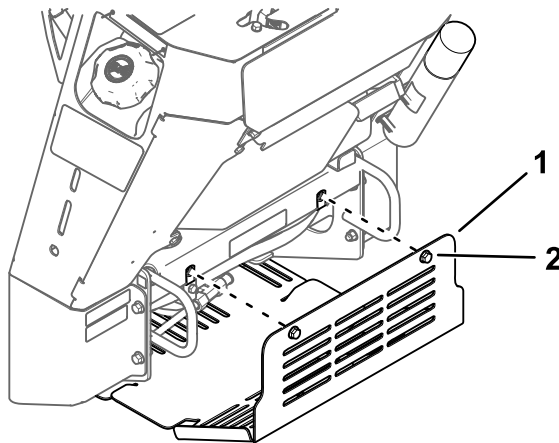

Figura 20
3. Slăbiți secvențial cele 2 uruburi care fixează scutul de la partea inferioară, până la eliberarea scutului (Figura 20).